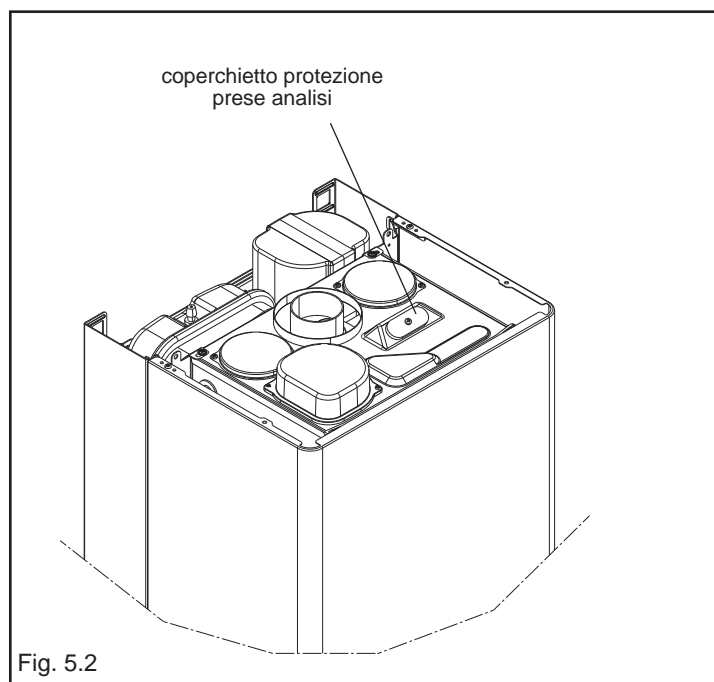

Fig. 5.2
- agire con strumenti appropriati sulle prese posizionate sulla cassa aria, dopo aver rimosso il coperchietto di protezione (fig. 5.2).